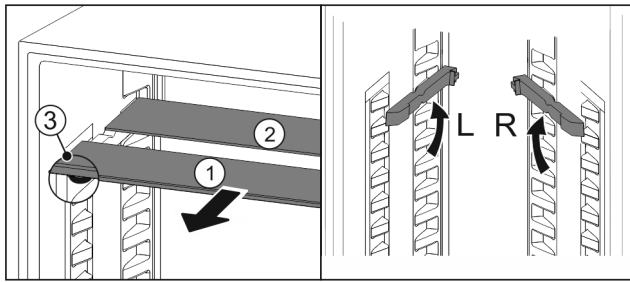

Fig. 92
- ▶ Glasplatten einzeln nach vorne herausziehen Fig. 92 (1).
- ▶ Glasplatte Fig. 92 (1) mit Zierleiste liegt vorne.
- ▶ Stopps Fig. 92 (3) zeigen nach unten.